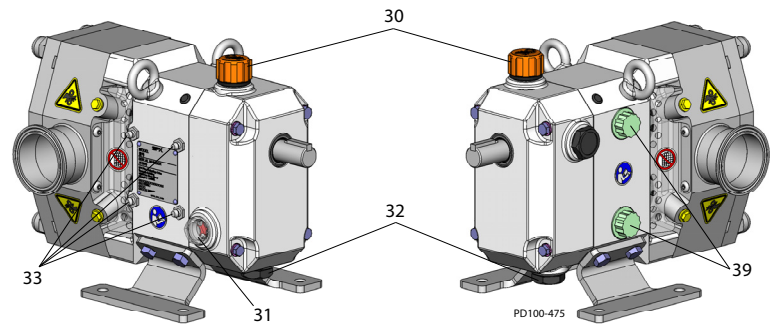

Figura 26 - Pontos de Lubrificação
Tabela 1: Solicitar tabela para Figura 26
AVISO: Cada bomba é expedida da fábrica com a caixa de engrenagem selada. Antes de utilizar, verifique o nível do óleo e substitua o tampão de drenagem de óleo mais a montante pelo respiradouro de enchimento de óleo fornecido, na localização do item 30 na Figura 26.
A graxa em excesso irá se acumular na caixa de engrenagens. Remova-a através do orifício de limpeza tampado com um plugue de plástico (Figura 26, item D na página 21).